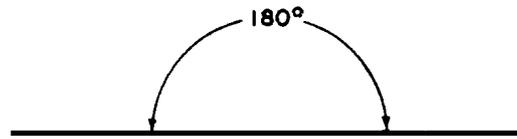

Fig.4
**Ângulo raso:** é aquele cuja abertura mede  $180^\circ$  (fig.4).